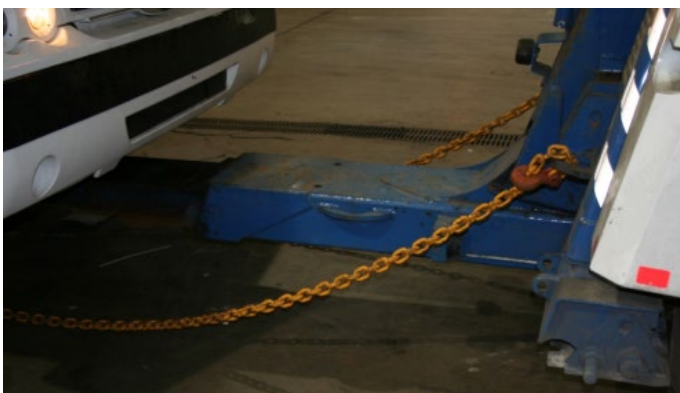

FIGURE 40
13. Utiliser des câbles élastiques pour tendre les chaînes de sécurité (Figure 40).